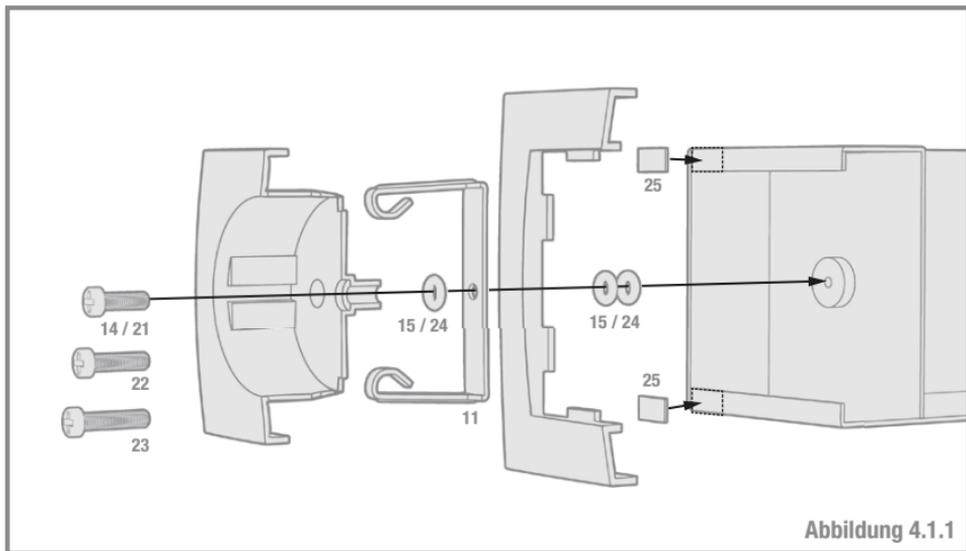

Abbildung 4.1.1
**Maßnahme:** Einen oder mehrere O-Ringe aus Gummi (15) zwischen Schubladen-Gewinde (10) und Schutzkontakt-Attrappen-Bügel (11) einsetzen (siehe Abbildung 4.1.1).
**Maßnahme:** Einen oder mehrere O-Ringe (15) aus Gummi entweder zwischen Schubladen-Gewinde und Bügel (11) (siehe Abbildung 4.1.1 Bügel kommt weiter nach vorne) oder zwischen Bügel und Zentralplatte (Bügel wird weiter hinten fixiert) einsetzen. In einigen Konstellationen ist es die beste Lösung, an beiden vorgannten Stellen O-Ringe zu platzieren.